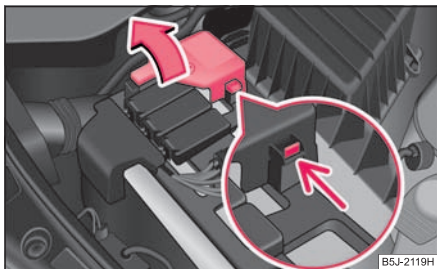

Fig. 209 Bateria: Deschiderea capacului polului plus
- Rabateți capacul polului plus (+) ⇒ fig. 209.